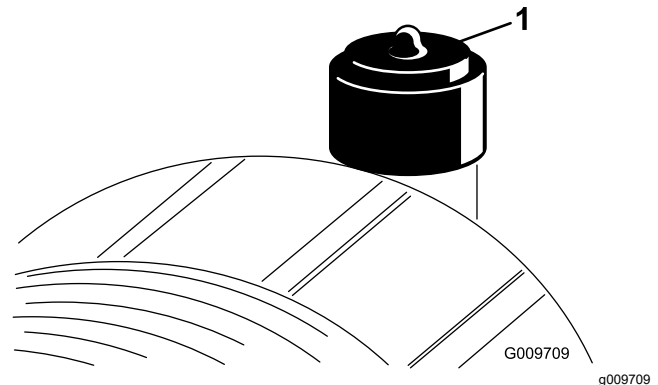

Figure 52
Faites l'entretien du filtre à air uniquement quand l'indicateur de colmatage (Figure 52) indique que cela est nécessaire. Changer le filtre à air prématurément ne fait qu'accroître le risque de contamination du moteur par des impuretés quand le filtre est déposé.
2. Réarmez l'indicateur de colmatage (Figure 52) s'il est rouge.